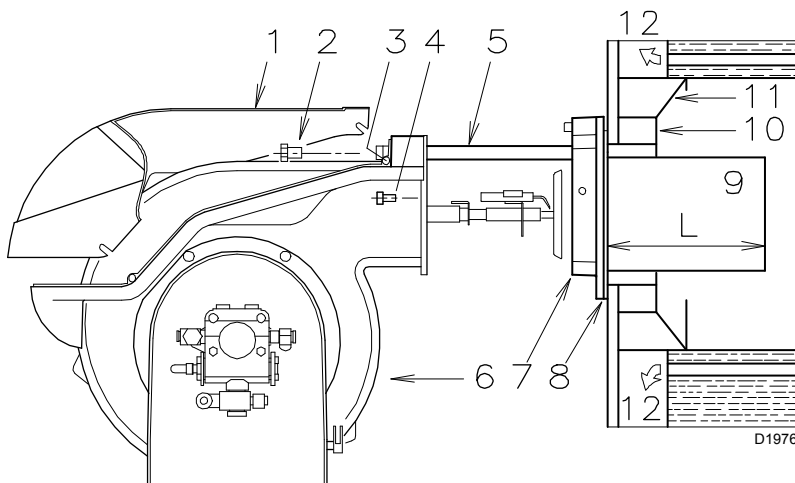

Fig. 8
Pour les chaudières dont la partie frontale est refroidie par eau, le revêtement réfractaire 10)-11)(Fig. 8), n'est pas nécessaire, sauf indication expresse du constructeur de la chaudière.
Fixer la bride 7) (Fig. 8) à la plaque de la chaudière en installant le joint 8) Fig. 8) fourni de série. Utiliser les 4 vis fournies après en avoir protégé le filetage avec des produits antigrippants.
- Ouvrir le brûleur sur les guides comme indiqué (Fig. 8 page 13).